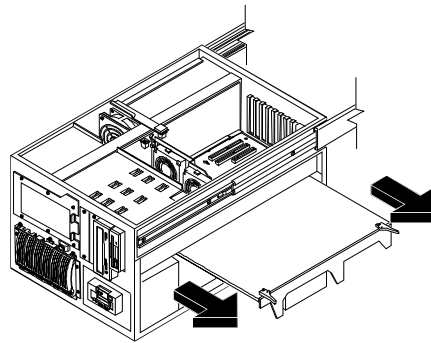

Abbildung 5-4. Ausbauen der Systemplatine aus dem LH 3r
2. Bauen Sie die Systemplatine aus. Heben Sie die Halteklammern nach oben, um die Systemplatine aus ihrem Stecksockel freizugeben. Ziehen Sie dann die Systemplatine aus den Gehäuseführungen heraus (siehe Abbildung 5-4).